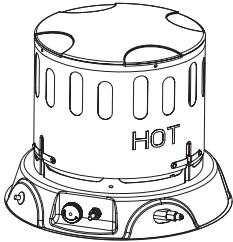

Figura 1
1. Retire el calentador del embalaje. Protéjase sus manos poniéndose guantes antes de levantar la carcasa exterior. Nunca agarre metal descubierto sin guantes. (Ver Figura 1)